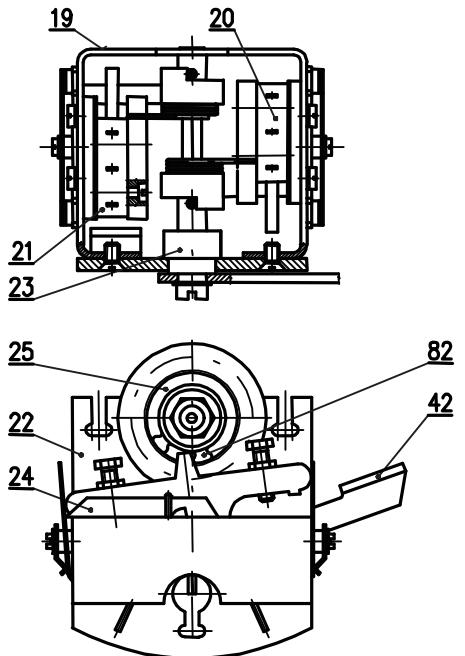

Рис. 5
- моментное устройство (рис. 5)
- механизм блокировки (82) рис. 5
Моментное устройство (рис. 5) представляет несущую балку, на которой размещены выключатели S1 (20) и S2 (21). На валике (23) размещены выключающие рычажки (24), которые при помощи пружины удерживают выключатели во присоединенном состоянии вплоть до момента, когда происходит поворот валика от привода момента выключателя.
Механизм блокировки (82) (рис. 5) обеспечивает блокировку моментного выключения, как правило, на 1 или 2 оборота после реверса ЭП. После осуществления установленного количества оборотов моментное устройство возвращается к своему первоначальному функционированию.